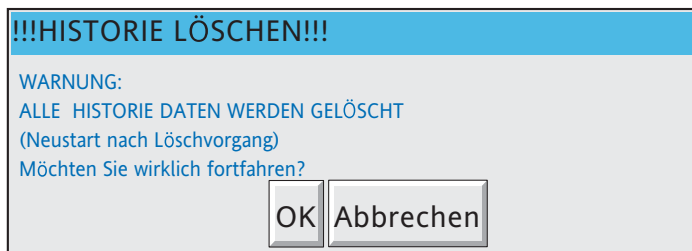

Abbildung B8.2 Bestätigungs Dialogbox
2. Betätigen Sie die Taste 'OK' in der Dialogbox (Abbildung B8.2). Damit starten Sie das Löschen aller Historie Dateien des Schreibers.